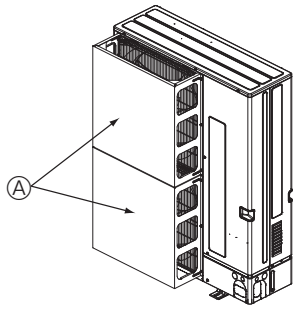

Fig. 2-15
- ① Si la unidad está situada en un lugar expuesto a vientos fuertes como huracanes que puedan entrar en la salida de aire, coloque una guía de aire opcional. (Fig. 2-15)